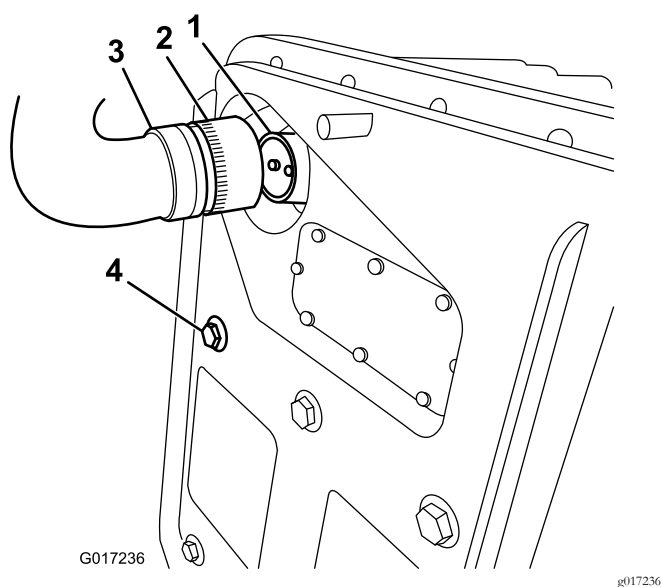
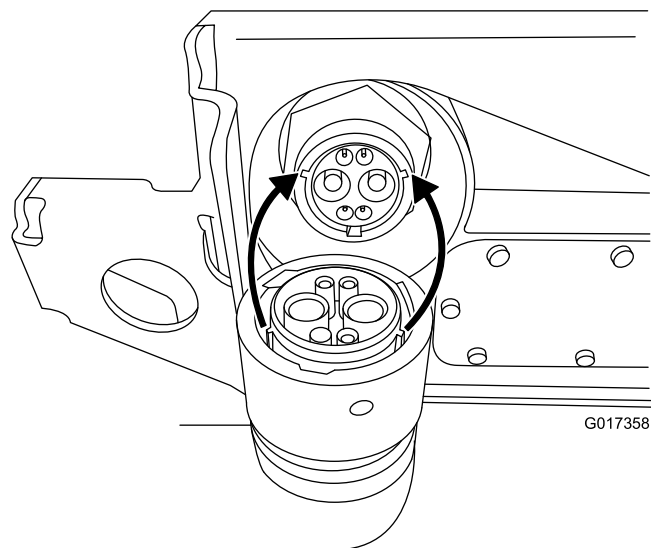

図 14
図 15
**注** ハーネスのコネクタをバッテリーのコネクタにしっかりと差し込む【図 14】と【図 15】。